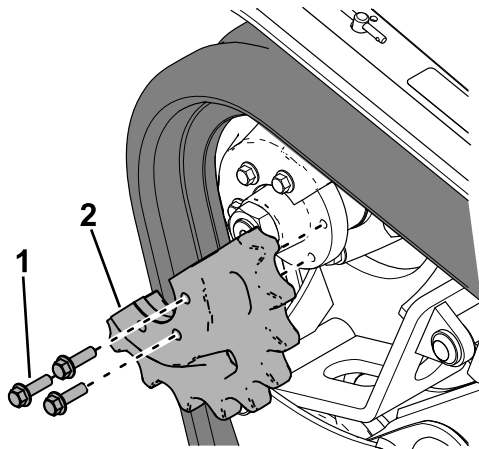

**Bild 61**
8. Lösen Sie die Antriebsspannung mit einer Ratsche ( $\frac{1}{2}$ " ), indem Sie die Spannschraube nach rechts drehen (Bild 57 und Bild 61).
9. Entfernen Sie die drei Schrauben, die die Kettenradhälfte sichern, die nicht in die Kette eingreift (Bild 61).
14. Wickeln Sie die neue Kette um das Vorderrad (Bild 61).
15. Schieben Sie die Kette unter und zwischen die Straßenräder und wickeln Sie diese um den Rahmen (Bild 61).